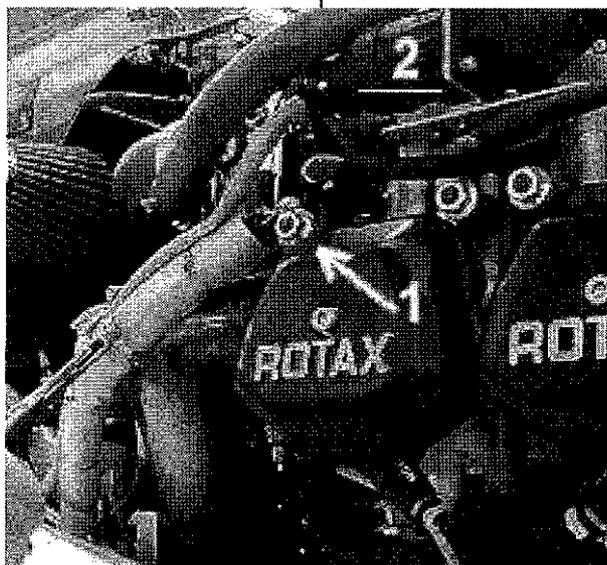

Fig. 2
| <p>3) Cappotta motore: rimuovere la cappotta motore.</p> <p>4) Comando acceleratore ed arricchimento miscela: scollegare i cavi di comando acceleratore ed arricchimento miscela secondo le istruzioni seguenti:</p> <p>4a. Togliere il filo di frenatura dell'estremità di entrambi i cavi, sul lato sinistro del motore.</p> <p>4b. Togliere le fascette di plastica posizionate lungo i cavi bowden.</p> <p>4c. Allentare i morsetti all'estremità di ogni cavo e sfilare i cavi; levare il morsetto del cavo di comando arricchitore miscela.</p> <p>4d. Ripetere le precedenti operazioni da 4a a 4c per i cavi di comando acceleratore ed arricchimento miscela sul lato destro del motore.</p> <p>5) Cavi di massa: scollegare i cavi di massa secondo la procedura seguente:</p> <p>5a. Scollegare i cavi di massa (part. 1 in fig. 2) dal cilindro n. 3 (anteriore sinistro) e rimuovere la guaina protettiva del fascio di cavi di massa.</p> <p>5b. Scollegare il connettore elettrico del generatore ausiliario, se installato (part. 2 in fig. 2).</p> | <p>3) Engine cowling: remove the engine cowling.</p> <p>4) Throttle and choke control cables: disconnect the throttle and choke control cables as follows:</p> <p>4a. Remove the locking wire from the end of each cable, on the left side of the engine.</p> <p>4b. Remove the clips along the bowden cables.</p> <p>4c. Loosen the end-clamps of each bowden and pull the metal wire out; remove the end-clamp of the choke control cable.</p> <p>4d. Repeat previous points 4a through 4c for the throttle and choke control cables on the right side of the engine.</p> <p>5) Earth cables: disconnect the earth cables as follows:</p> <p>5a. Disconnect the earth cables (item 1 in fig. 2) from cylinder n. 3 (front left) and remove the sheath from the bundle of earth cables.</p> <p>5b. Disconnect the electric connector of the auxiliary generator, if installed (item 2 in fig.2).</p> |